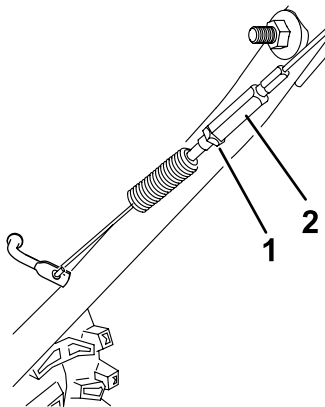

Bild 37
5. Lösen Sie die Klemmmutter (**Bild 37**).
6. Lösen oder ziehen Sie die Spannschraube an, um die Kabelspannung einzustellen (**Bild 37**).